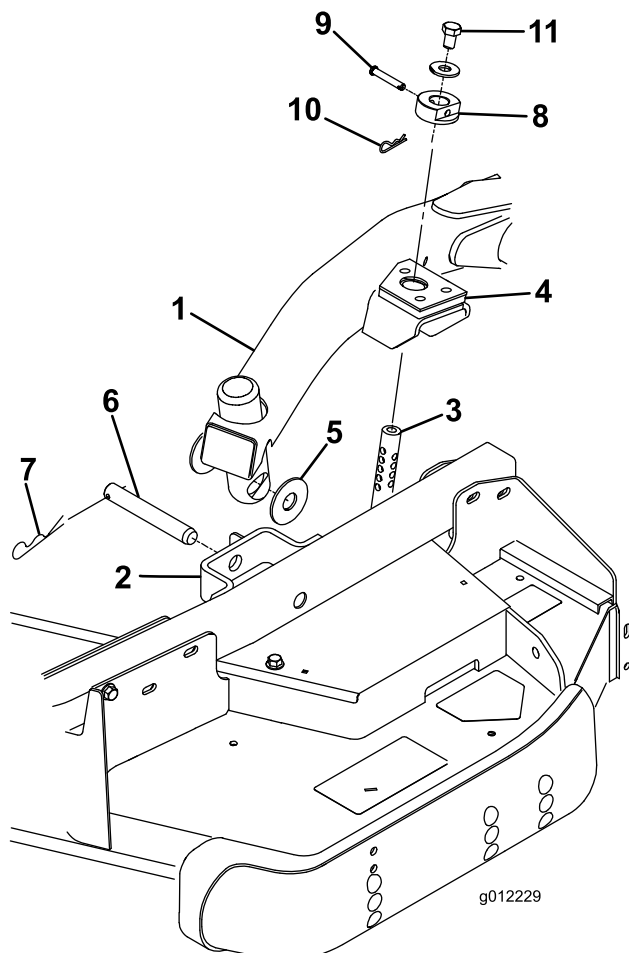

Bild 3
2. Stellen Sie den Hubhebel auf die Schweben-Stellung. Drücken Sie einen Hubarm nach unten, bis die Löcher im Hubarm mit den Löchern in der Laufradarmhalterung ausgerichtet sind, und die Schritthöhenstange in die Hubarmpolster eingesetzt werden kann (Bild 3).
3. Befestigen Sie den Hubarm mit zwei (2) Druckscheiben, einem Lastösenbolzen und einem Splint am Laufradarm. Legen Sie die Druckscheiben zwischen den Hubarm und die Halterung des Laufradarms (Bild 3). Setzen Sie das Ende des Splints in den Schlitz im Laufradarm ein, um den Splint zu arretieren.
7. Befestigen Sie die Schritthöhenstellringe an den Schritthöhenstangen und befestigen Sie sie mit den Lastösenbolzen und den Splints (Bild 3). Der Kopf
8. Setzen Sie oben auf jeder Schnitthöhenstange eine Schraube 1/2 x 3/4 Zoll) und eine Scheibe ein (Bild 3).